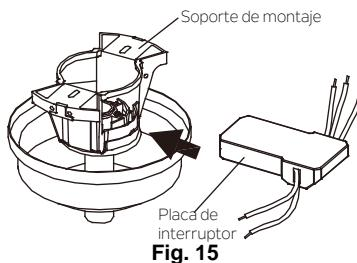

Fig. 15
**Paso 1.** Insertar el receptor en el soporte de montaje y manténgalo plano en oposición al techo. (Fig. 15)